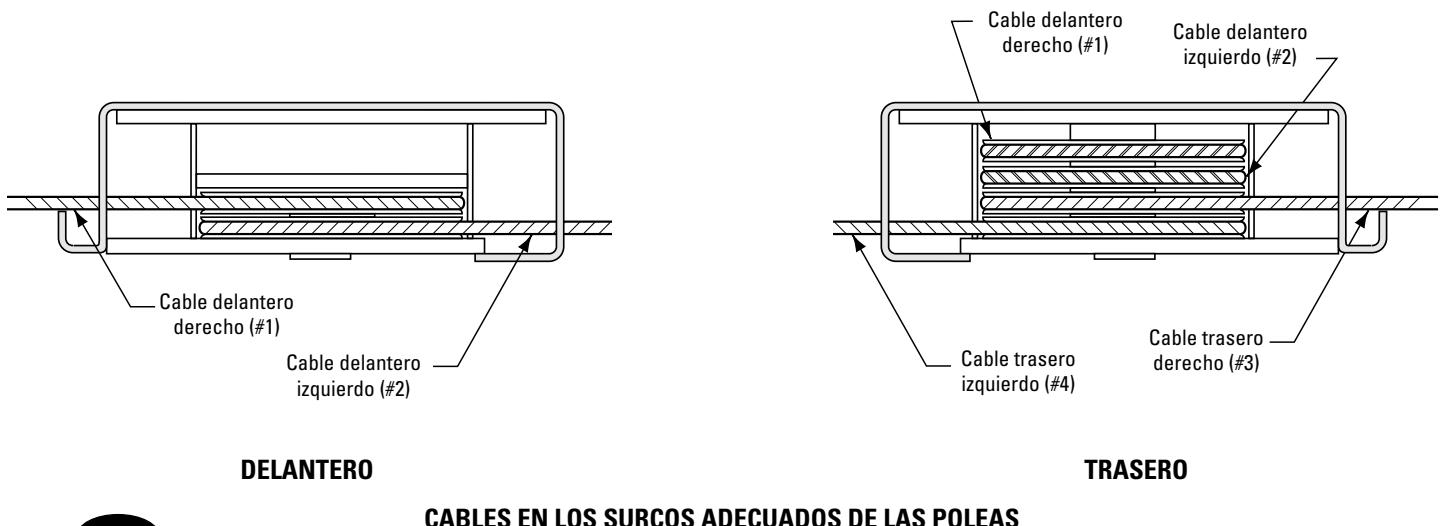

Fig. 3
- Coloque el carril izquierdo en la bahía con la conexión de la manguera de cilindro hidráulico al frente de la bahía. Los cables y poleas están pre-ensamblados en el carril. El carril tiene que levantarse del piso para que las fijaciones del embalaje puedan retirarse de los extremos del cable, de las líneas hidráulicas y neumáticas, así como de la barra del cilindro. Tire hacia fuera de los extremos del cable, así como de las líneas hidráulicas y neumáticas para su ensamblaje. Asegúrese que los cables estén en las ranuras adecuadas de la polea, Fig. 3.